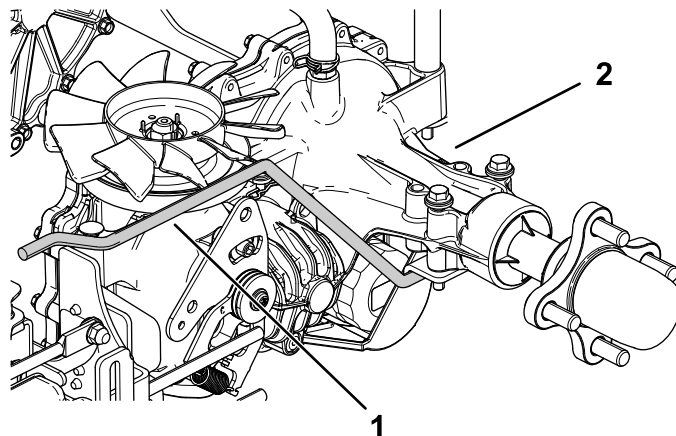

Figura 5
1. Retire las varillas de soporte traseras existentes de la unidad hidrostática (Figura 5).